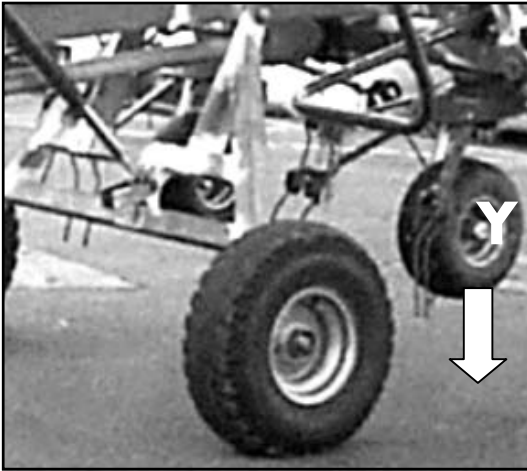

Bild 3-15
1. Maschine mit Fahrwerkszylinder absenken bis Kreisräder (Y) Boden leicht berühren. (Bild 3-15)